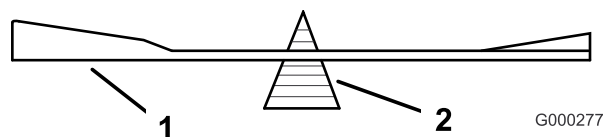
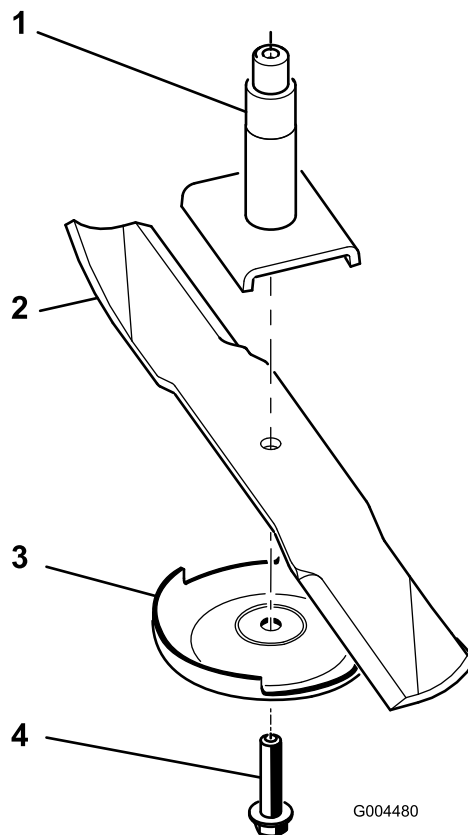

図 76
図 77
2. スピンドルのシャフトからブレード・ボルト、芝削り防止プレート、ブレードを取り外す（図 77）。
2. ブレード・ balancer（図 76）を使ってバランスを調べる。ブレードが水平に停止すればバランスがとれているからそのまま使用してよい。もし傾くようなら、重い方の裏面を少し削って調整する（図 77）。バランスがとれるまで調整する。
1. スピンドル・シャフトにブレードを取り付ける（図 77）。
2. 芝削り防止プレートとブレード・ボルトを取り付ける（図 77）。